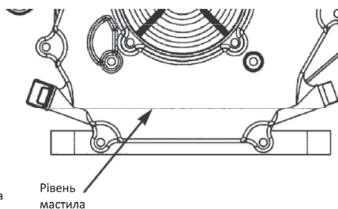

Рис. 8
8. Демонтувати сітку іскрогасника (поз.7, рис.8) випускного отвору, послабивши хомут кріплення (поз.8, рис.8). Видалити забруднення механічним способом. Встановити сітку на штатне місце, затягнути хомут. За виявлення пошкоджень, сітку замінити оригінальною EG-H168-L11.